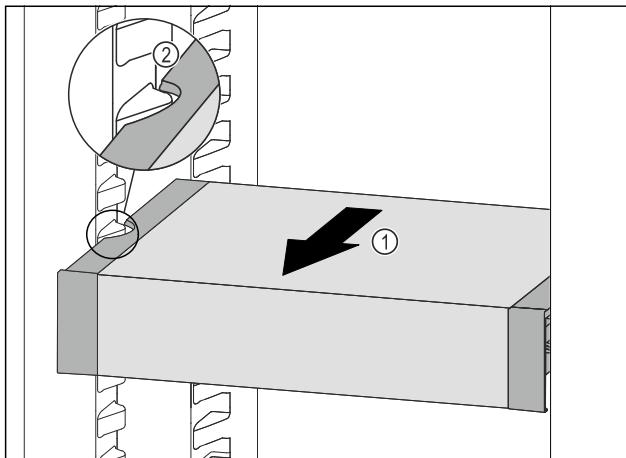

Fig. 116
- Tirer le VarioSafe vers l'avant Fig. 116 (1) jusqu'à ce que les encoches latérales du VarioSafe se trouvent au niveau de la nervure du bac dans la partie réfrigérateur.
- Fig. 116 (2)